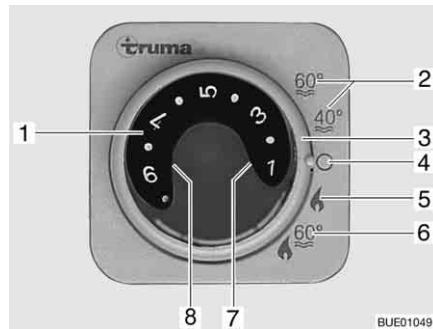

Fig. 201 Unidade de comando para o aquecimento/termoacumulador
- Regule o modo de serviço com o interruptor rotativo (Fig. 201,3).
O aquecimento escolhe automaticamente o nível necessário do queimador de acordo com a temperatura ambiente desejada. Quando é atingida a temperatura ambiente pretendida, o queimador desliga-se. A temperatura ambiente é medida com o sensor da temperatura que se encontra ao lado do painel de controlo. No modo de serviço "Aquecimento e termoacumulador" (Fig. 201,6) também é aquecida a água dentro do termoacumulador. O aquecimento pode ser posto a funcionar no modo de serviço "Aquecimento sem termoacumulador" (Fig. 201,5) com o termoacumulador vazio.
- Regule o botão rotativo da temperatura (Fig. 201,1) na unidade de comando para o nível de temperatura pretendido.
- Coloque o interruptor rotativo (Fig. 201,3) em funcionamento de inverno "Aquecimento sem termoacumulador" (Fig. 201,5) ou em funcionamento de inverno "Aquecimento e termoacumulador" (Fig. 201,6).
A luz piloto verde (Fig. 201,7) acende-se, indicando, ao mesmo tempo, o nível de temperatura escolhido.
A luz piloto amarela (Fig. 201,8), quando o termoacumulador está cheio, indica a fase de aquecimento da água.
- Coloque o interruptor rotativo (Fig. 201,3) em "O" (Fig. 201,4).